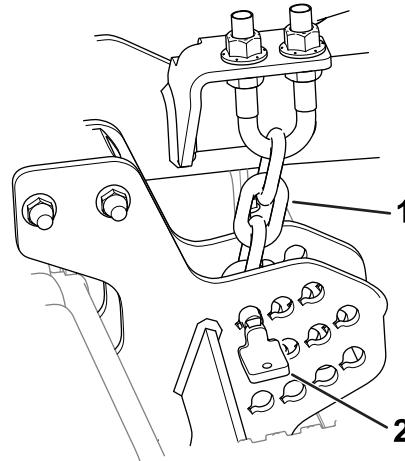

Figure 10
1. Retirez les goupilles qui fixent les chaînes de hauteur de coupe à l'arrière de l'unité de coupe (Figure 10).
La goupille doit être installée dans le maillon le plus bas de la chaîne de hauteur de coupe. La chaîne (Figure 10) ne doit pas être vrillée.